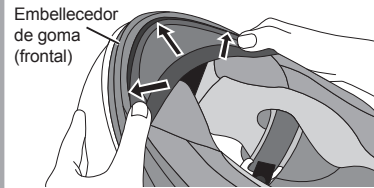

Fig. 3
3. Fíjelo desde ambos lados hacia el centro (Fig. 3).